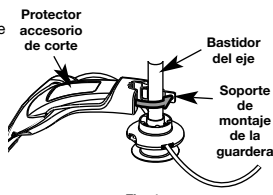

Fig. 1
1. Coloque el protector del accesorio de corte en el bastidor del eje. Cerciórese de que el soporte de montaje de la guardera se deslice en la ranura situada en el borde del protector de corte. Gire el protector en sentido antihorario hasta que quede en su lugar (Fig. 1). Los orificios en el soporte de montaje de la guardera y el protector del accesorio de corte se alinearán.